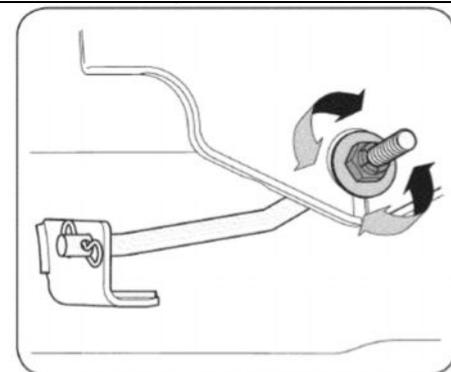

Рис. 17
3. Найдите фланцевую стопорную гайку на передней стороне кронштейна стабилизатора См. Рис.17
3. Отверните саморез (А) который удерживает предохранительную тягу ремня на шкиве механизма отбора мощности, а затем извлеките тягу (В) (см. Рис. 17).
4. Снимите ремень (С) со шкива механизма отбора мощности (см. Рис. 17).